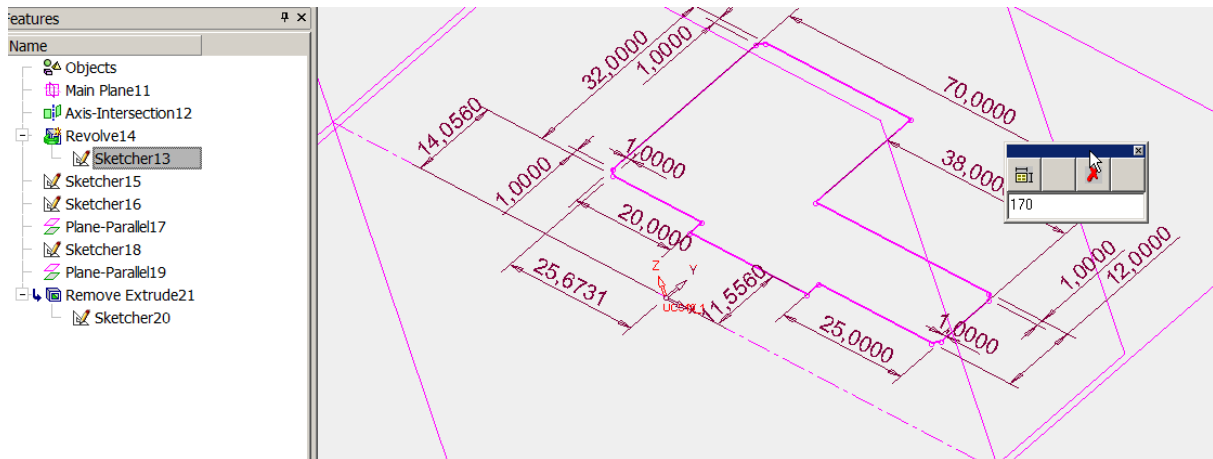
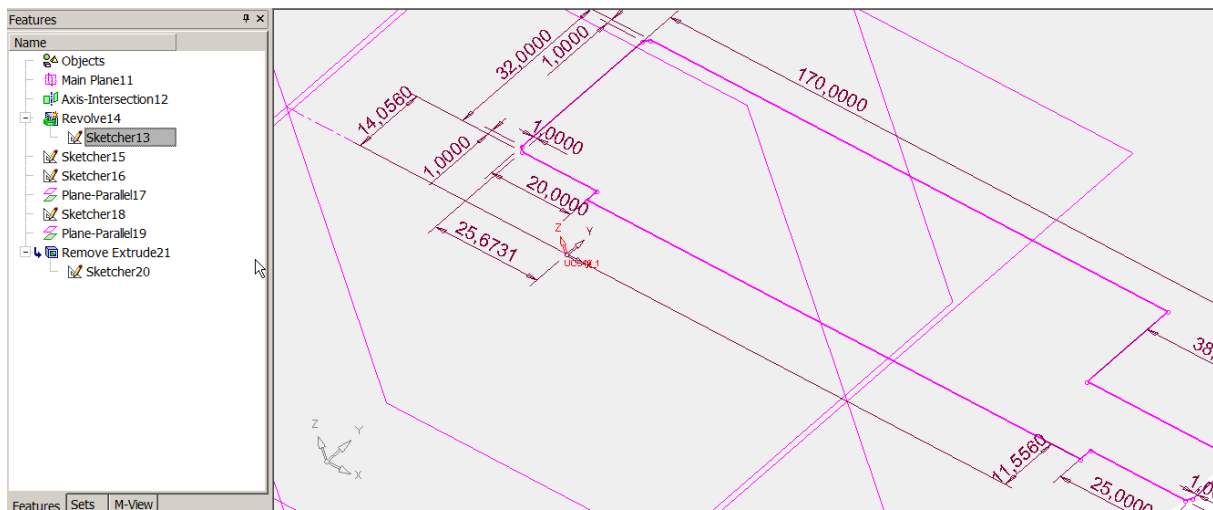

Рисунок 46 – Корректируем размер 70
Рисунок 47 – Эскиз с габаритным размером 170
4.7 Редактирование модели. Выделим в дереве истории построения *Sketcher13* (эскиз вала) и нажатием ПКМ вызовем контекстное меню. Выберем пункт *Редактирование эскиза* – на экране появится «образмеренный» эскиз. Выделим размер **70** и введем новое значение **170** (рисунок 46). В результате эскиз изменится (рисунок 47). Прделаем операцию корректировки и с размером длины шпоночного паза.